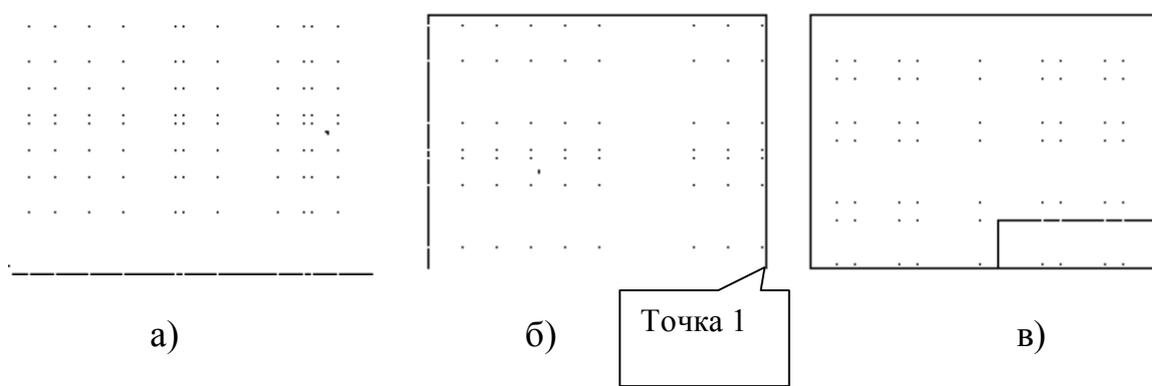

Рис. 1.13 Задание границ формата А3 и основной надписи.
- ввести с клавиатуры **C(close)** и нажать клавишу Enter. Результат построения показан на рис.1.13 а.
- ввести с клавиатуры C(close) и нажать клавишу Enter. Результат построения показан на рис.1.13 б.
- переместить мышь вправо и ввести с клавиатуры 185 и дважды нажать клавишу Enter.Результат построения показан на рис. 1.13 в.